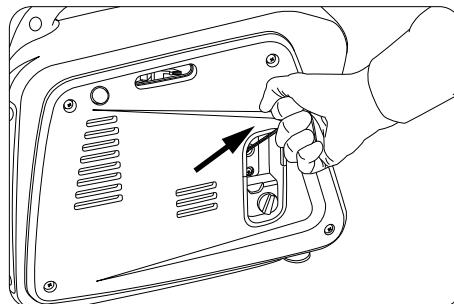

рис. 25
Медленно потяните ручку стартера (20) (рис. 25) до тех пор, пока не почувствуете сопротивления. Это «точка сжатия». Верните ручку в начальное положение и затем резко потяните. Не вытягивайте шнур на полную длину. Когда двигатель заведется, дайте ручке стартера вернуться в начальное положение, плавно, не отбрасывая рукоятку, опустите руку, позволив шнур вновь вернуться в барабан.